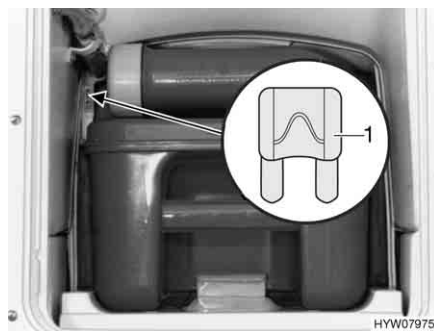

Bild 148 Sicherung der Thetford-Toilette
- Die Sicherung (Bild 148,1) wechseln.